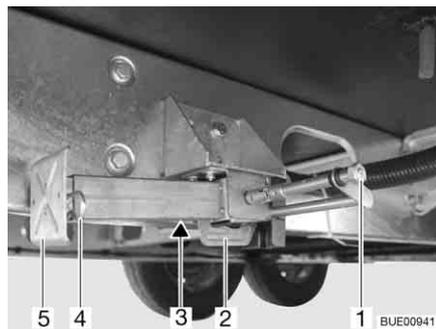

Fig. 31 Apoyo de elevación
- Colocar la llave de vaso en el hexágono (Fig. 31,1) y girarla hasta que el apoyo de elevación quede verticalmente hacia abajo.
- En caso de que la longitud del apoyo de elevación sea ajustable, extraer la clavija hendida (Fig. 31,4) de la prolongación del pie de apoyo (Fig. 31,5).
- Colocar la llave de vaso en el hexágono (Fig. 31,1) y girarla hasta que el apoyo de elevación esté de nuevo libre del suelo.
- Introducir totalmente la prolongación del pie de apoyo (Fig. 31,5) e introducir la clavija hendida (Fig. 31,4) en el orificio previsto para ello que hay en la prolongación del pie de apoyo.
- Girar el hexágono (Fig. 31,1) hasta que el apoyo de elevación se haya girado hacia arriba y la guía (Fig. 31,2) tenga contacto con el extremo de la ranura (Fig. 31,3).